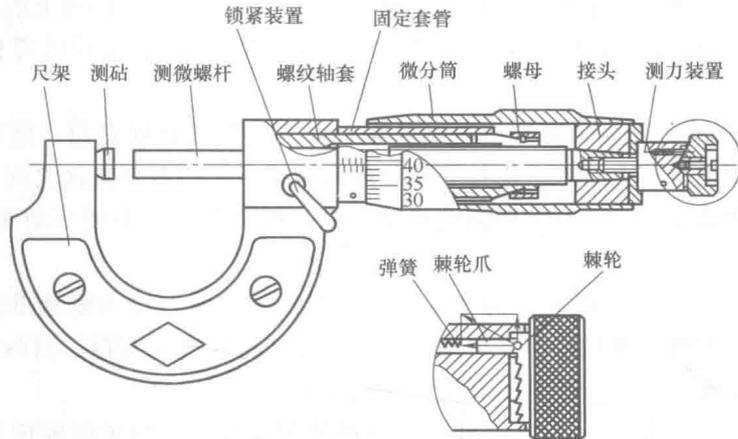

图 0-11 外径千分尺的结构
2) 外径千分尺的结构。外径千分尺的结构如图0-11所示。它由尺架、测砧、测微螺杆、锁紧装置、螺纹轴套、固定套管、微分筒和测力装置等部分组成。在尺架的右端是固定套管，左端是测砧，固定套管里装有带内螺纹的螺纹轴套，测微螺杆上的螺纹可沿此内螺纹回转，并用螺纹轴套定心。在固定套管的外面是有标尺的微分筒，它用锥孔与测微螺杆右端锥体相连。测微螺杆转动时的松紧程度可用螺纹轴套上的螺母来调节。当测微螺杆需要固定不动时，可转动锁紧装置手柄通过偏心机构锁紧。